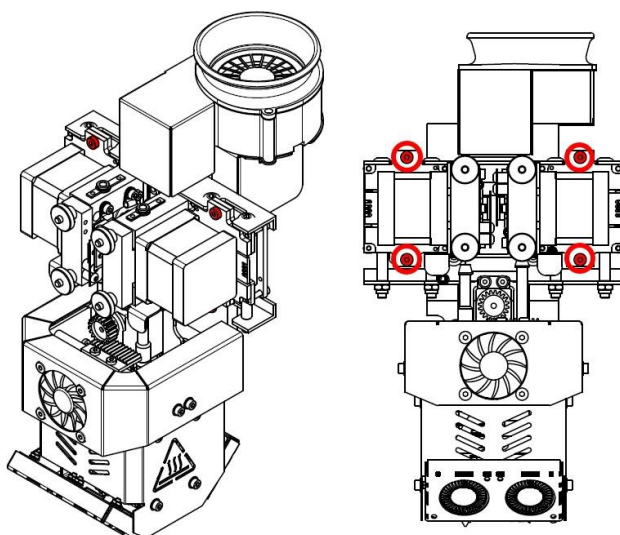

Рис. 61 Расположение винтов крепления экструдера
4. Отвернуть два винта экструдера, крепящие экструдер к его посадочному месту, расположенные над и под экструдером (рис. 61).